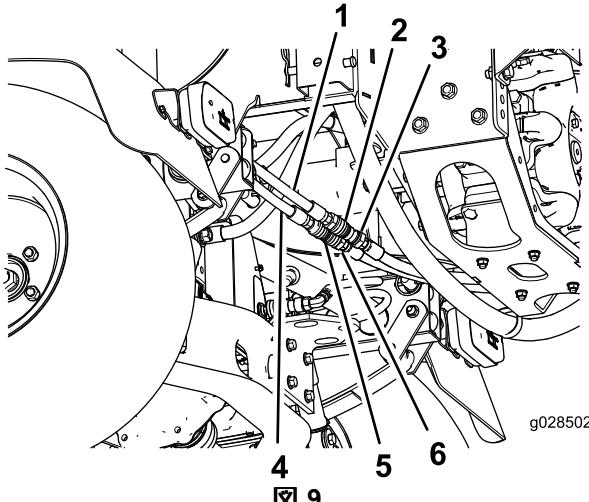

図 9
3. 油圧ホースをクイックカップラに 図9 のように接続する。
1. メスのクイックカップラを、ブーム昇降バルブからきている油圧ホースに接続する 図9。